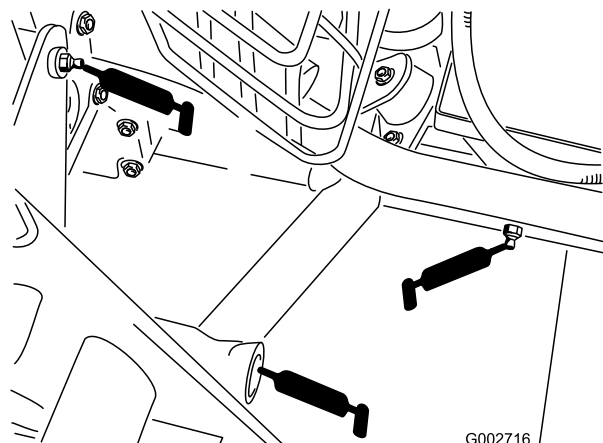

Рисунок 21
- 5 подшипников заднего сцепного устройства (Рисунок 21)